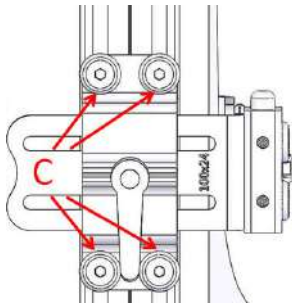

Figura 5-129
- Use un llave Allen número 4 para aflojar los tornillos C. El soporte lateral podrá moverse arriba/abajo. (Figura 5-129). Vuelva a apretar los tornillos.